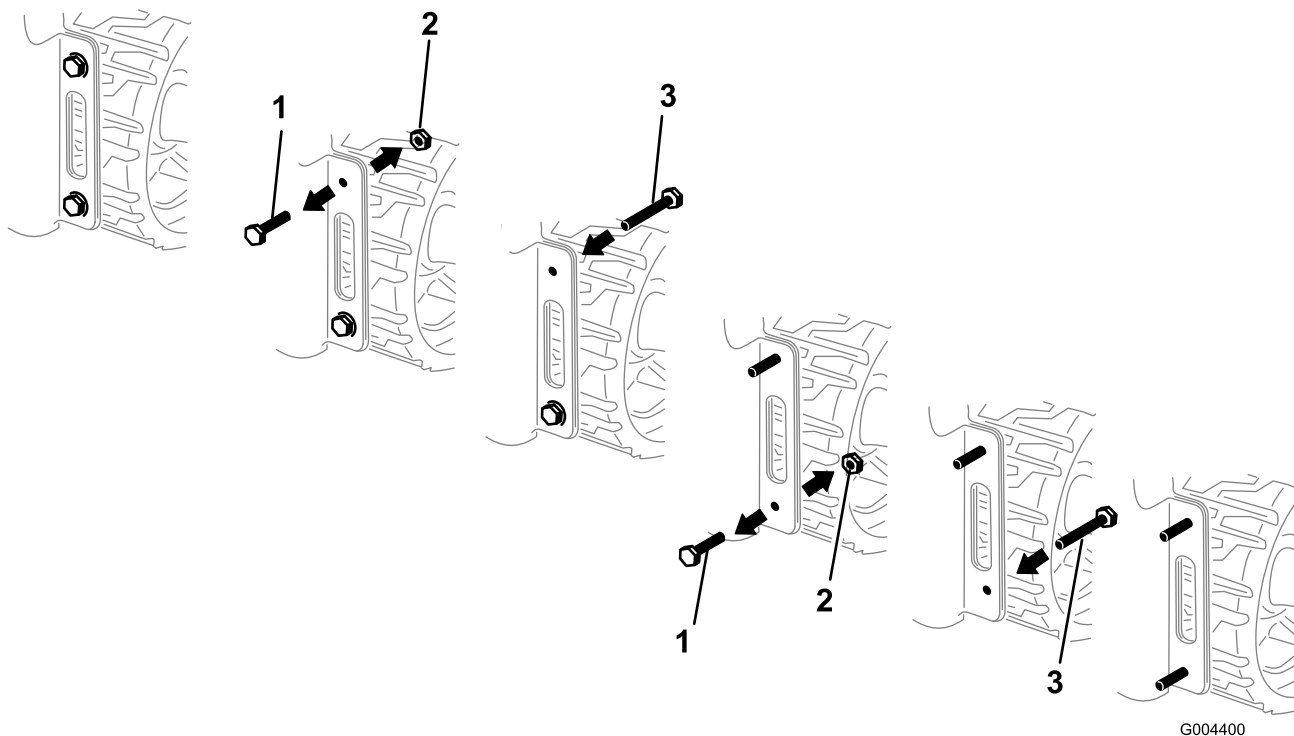

Figura 3
2. Uno alla volta, sostituite i 4 bulloni e dadi che fissano i lati del pannello posteriore inferiore al telaio con 4 nuovi bulloni ($\frac{1}{2}$ " x $1\frac{1}{2}$ "), come mostrato nella Figura 3.